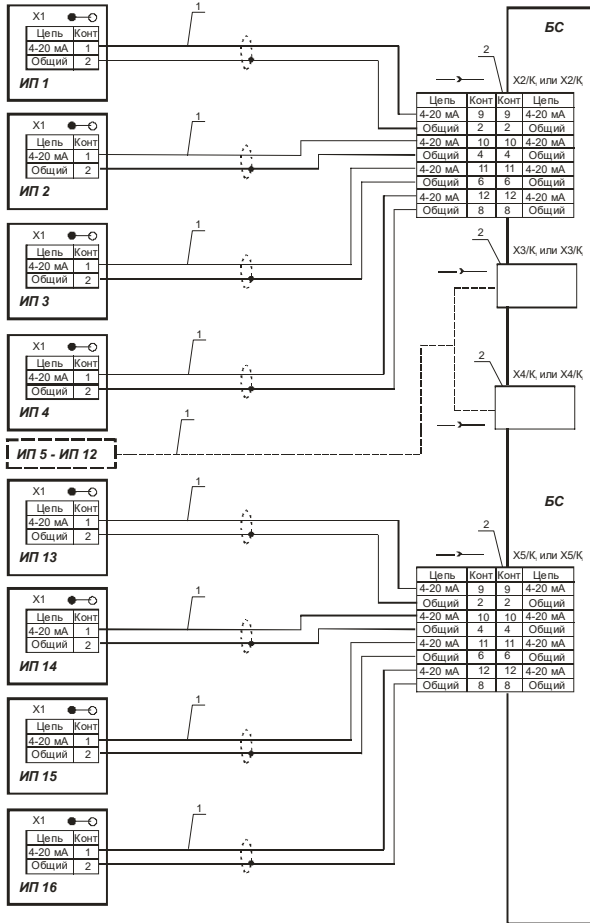

РИС. 5
2. Соедините разъем X1/РК-4 с разъемом X2/БС (X3/БС, X4/БС, X5/БС, см. рис. 5 РЭ) с помощью кабеля соединительного. Используя розетку кабельную 2РМ24Б19Г1В1, изготовьте кабель для подключения к разъему X3/РК-4 устройства для измерения токового сигнала 4-20 мА.